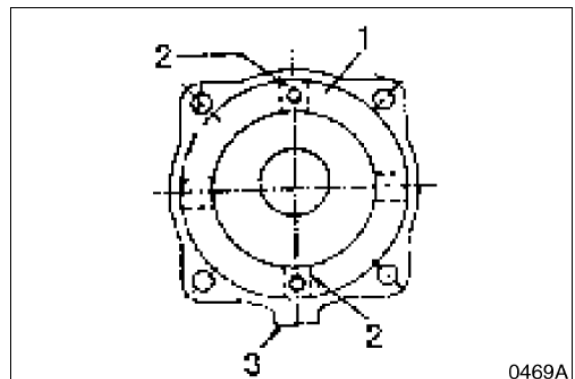

Рис. 40
14. Разместить тормозной поршень (1, рис. 40) в корпусе. На чертеже показано расположение четырех пазов поршней (2) по отношению к стороне клапана (3) и два 8-мм болта, которые необходимо затянуть равномерным, поступательным вращением.